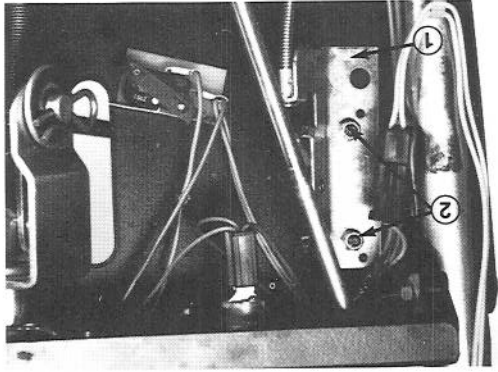

Figure 5
1. Par derrière, glissez le levier de commande des gaz dans la fente du tableau des commandes (ayez soin de ne pas endommager les fils). Ensuite, fixez la plaque de commande des gaz à l'aide des deux vis serns à tête hexagonale avec écrous de blocage (Fig. 5). Poussez avec précaution le bouton ou pommeau rouge sur le levier de commande des gaz.